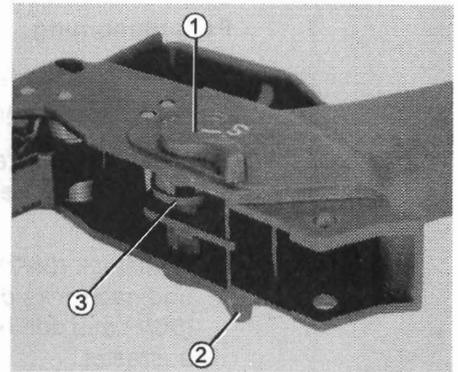

Bild 54 Sicherungswalze und/oder Sicherungshebel wechseln
- ⇒ Raststück (54/3) nach unten drücken und Sicherung nach oben über Stellung "S" hinaus einrasten (Bild 54).
- ⇒ Zylinderstift (55/4) mit Durchtreiber austreiben (Bild 54).